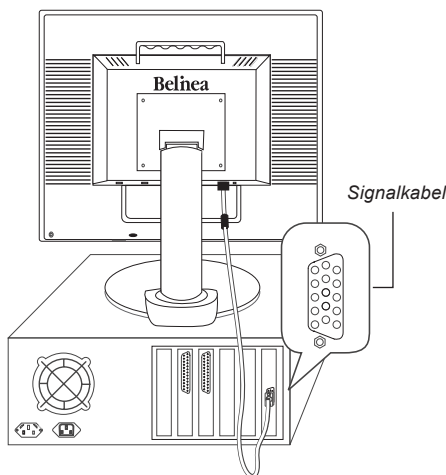

Abbildung 2. Monitor an den PC anschließen
2. Schließen Sie das 15-polige Signalkabel an den Monitor und an den PC an (siehe Abb. 2).